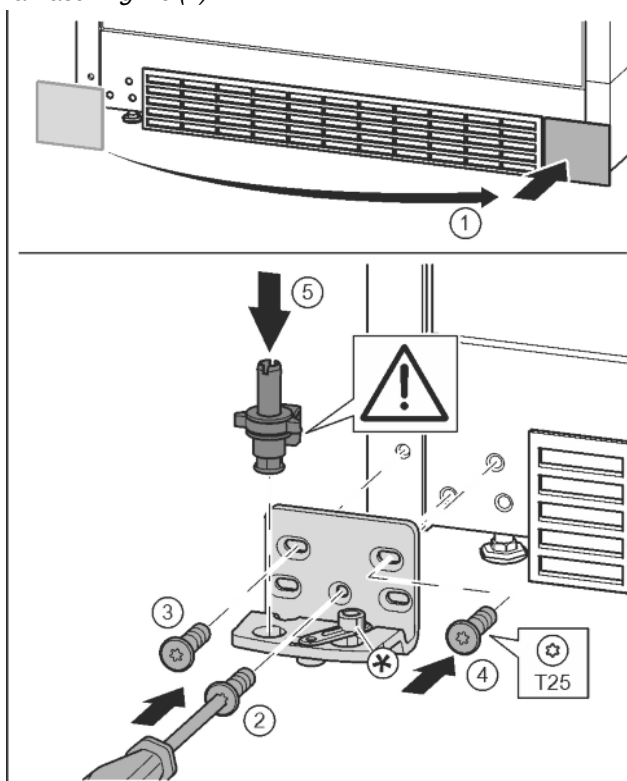

Fig. 17
- ▶ Zdjąć osłonę i założyć z drugiej strony. Fig. 17 (1)
- ▶ Płytkę zawiasu założyć z drugiej strony i przykręcić przy pomocy śrubokręta T25. Rozpocząć śruby 2 dolnej umieszczonej na środku. Fig. 17 (2)
- ▶ Dokręcić śruby 3 i 4. Fig. 17 (3, 4)
- ▶ Założyć cały sworzeń płytki zawiasu. Przy tym zwrócić uwagę, by krzywka zatrzaskowa wskazywała do tyłu. Fig. 17 (5)